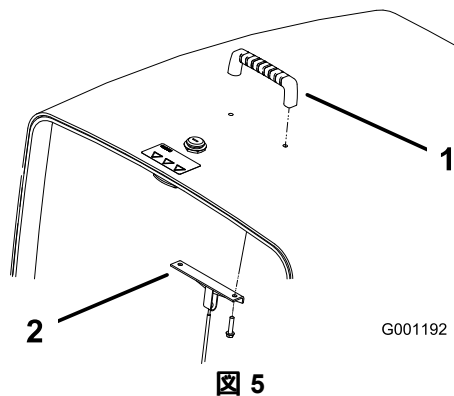

図 5
2. ねじ2本を使って、取っ手とフードケーブルブラケットをフードに取り付ける(図 5)。